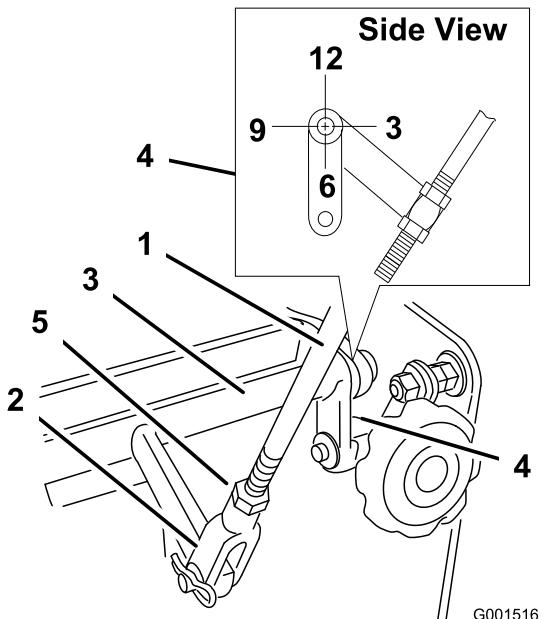

Figure 30
- Vérifiez l'orientation des languettes aux extrémités de la manivelle de commande de vitesse. Ces languettes doivent être orientées vers le bas et à la position 6 heures approximativement (Figure 30).
- Ajustez la chape filetée au bas de la timonerie de commande de vitesses jusqu'à ce que les languettes soient placées à la position 6 heures (Figure 30).